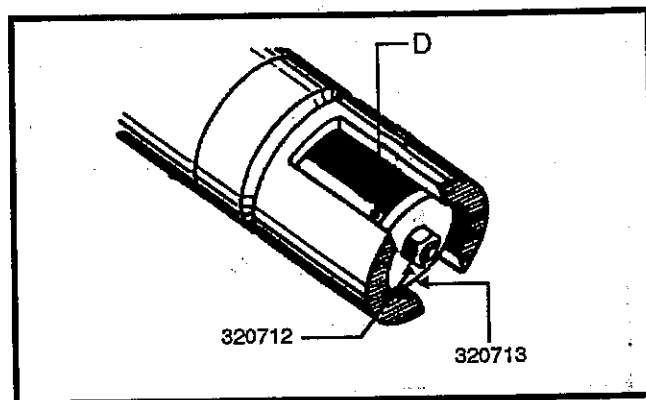

Figura 4: Rimozione del controdado e della rondella
- b. Inserire il perno o il chiodo nel foro "D" (vedi Figura 4) dell'asta d'innesco 330329. Tenendo stretta l'asta, rimuovere il controdado 320712 e la rondella 320713.
2. Allentare il controdado 320712 e rimuoverlo insieme alla rondella 320713 dall'asta d'innesco 330329. È possibile fissare l'asta attraverso il foro "D" usando un perno o un chiodo (vedi Figura 4).
24. Inserire la rondella 320713 sull'asta d'innescò 330329 e fissarla saldamente usando un dado di bloccaggio elastico 320712. Fissare l'asta attraverso il foro "D" usando un perno o un chiodo (Figura 4).